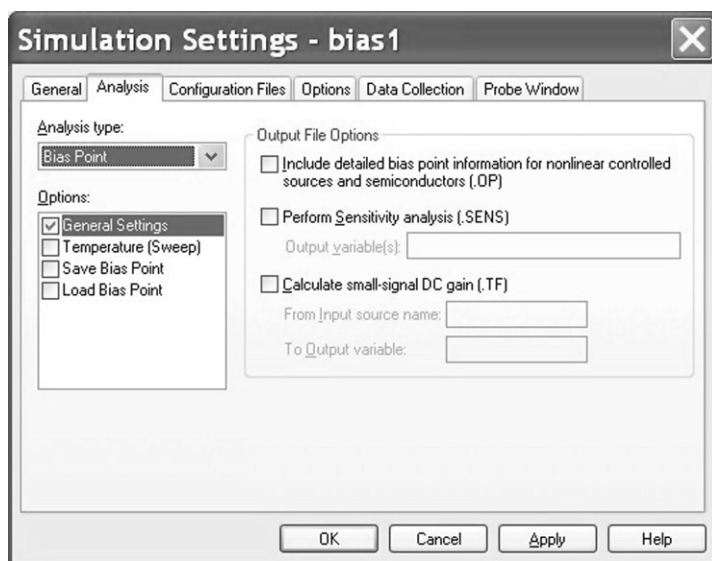

图 2.24 设置工作点仿真分析
6. 图 2.24 所示为仿真设置窗口。如果未处于默认设置状态，在 **Analysis type** 分析类型栏中选择 **Bias Point** 工作点分析，然后单击 **Apply** 应用并退出仿真设置窗口。